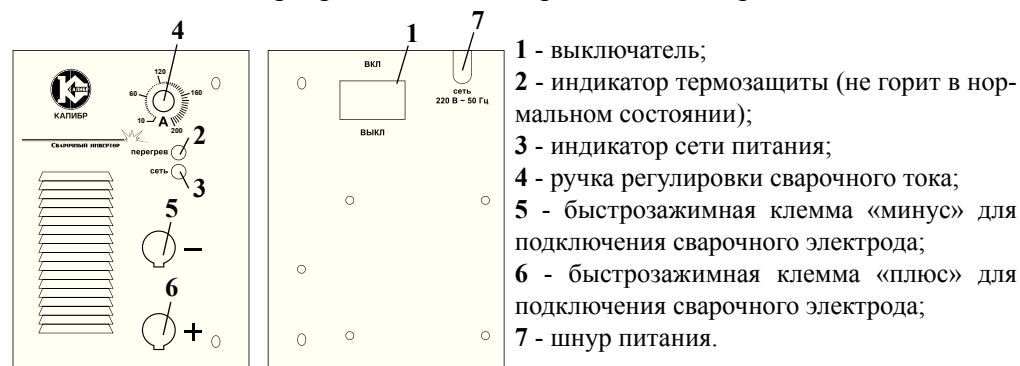

рис. 1
Общий вид инвертора схематично представлен на рис. 1:
6.4.1 Сварочный кабель с электрододержателем подключается к быстрозажимной клемме «плюс» **6** (рис. 1), за исключением случая использования кислотных электродов. В любом случае, сначала ознакомьтесь с инструкцией на упаковке электродов.
6.4.2 Кабель массы подключается к быстрозажимной клемме «минус» **5** (рис. 1) и подключается к рабочей поверхности, как можно ближе к месту сварки.
7.1 В большинстве случаев электрод подключается к быстрозажимной клемме «плюс» **6** (рис. 1), однако есть некоторые виды электродов, подключаемых к быстрозажимной клемме «минус» **5** (рис. 1), поэтому подключать сварочные кабели следует в соответствии с полярностью аппарата «+» и «-» и типом электродов.
7.4 Ток сварки регулируется с помощью ручки 4 (рис. 1).